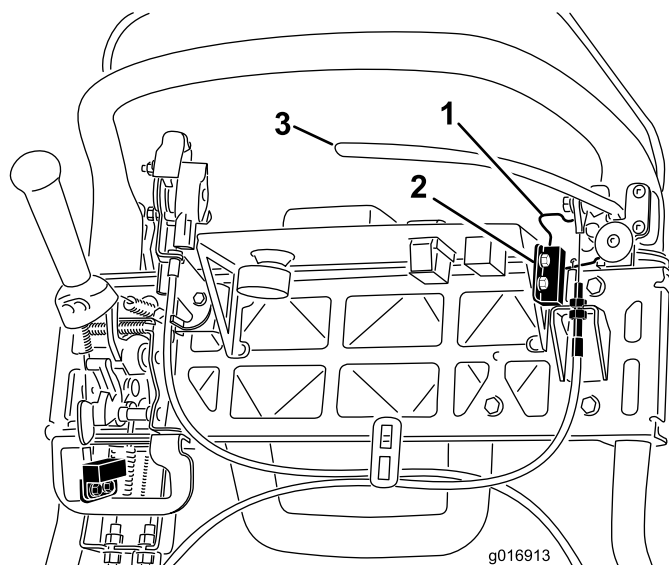

図 40
4. インタロックスイッチを固定しているねじをゆるめる図 40。
5. 駐車ブレーキのラッチとインタロックスイッチとの間に厚さ 1.6mm のシムをはさむ図 40。
4. ケーブルの張りを強くするには、上側ケーブルのジャムナットをゆるめて、下側ケーブルのジャムナット図 40 を締め、156 N15.8 kg の力で駐車ブレーキのラッチが解除されるように調整するブレーキバンドが締まりっぱなしにならないよう注意すること。